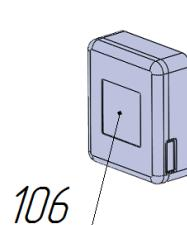
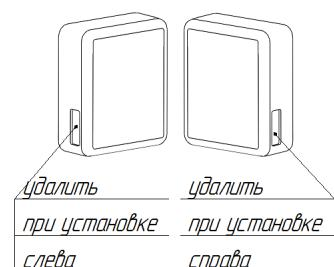

Рис.11.1
Рис.11.2
16. Опробовать работу механизма после сборки изделия. Поднять раму кровати в вертикальное положение, нажать на раму в области механизма фиксации поз.105 до щелчка. Механизм должен защёлкнуться и надёжно удерживать раму в этом положении. При повторном нажатии до упора в области расположения механизма поз.105, рама должна перейти в приоткрытое положение. В случае отсутствия срабатывания механизма, проверить правильностьстыковки узла, присоединённого к раме и узла, присоединённого к коробу. Проверить и при необходимости повторить регулировки в соответствии с п.8 и п.13 данной инструкции. Повторить проверку работоспособности. После успешного завершения регулировок нажатием удалить заглушку бокового отверстия на кожухе поз.106 с надписью «правый», если механизм фиксации поз.105 установлен на правой боковине короба (рис.11.2). Соответственно, удалить заглушку с надписью «левый», если механизм на левой боковине короба. Надеть на механизм фиксации поз.105 кожух поз.106 (рис.11.1). Вращением отрегулировать положение магнита поз.127 до обеспечения уверенной фиксации рамы в вертикальном положении (рис. 1.2.2).